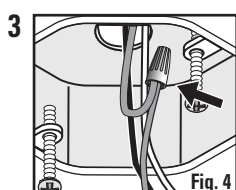

Fig. 4
- 3**  **Pour des raisons de sécurité et pour assurer un fonctionnement correct, votre luminaire (Fig. 4).** Un fil de mise à la terre en cuivre nu ou vert a été attaché à l'usine au panneau de fixation de votre luminaire. Si votre boîtier électrique est en plastique, et s'il contient un fil de mise à la terre en cuivre nu ou vert, le fil de mise à la terre du luminaire doit être épluché et connecté au fil de mise à la terre vert qui se trouve dans votre boîtier électrique au moyen de l'un des serre-fils. Si votre boîtier électrique est en métal, et s'il ne semble pas contenir de fil de mise à la terre, vous pouvez supposer que le boîtier électrique en métal est déjà mis à la terre au niveau de votre panneau de disjoncteurs ou à proximité de celui-ci. Le panneau de fixation de votre luminaire sera mis à la terre en utilisant les vis de mécanique utilisées lors du montage. Si vous n'êtes pas certain que votre boîtier électrique est mis à la terre correctement, ou si vous ne savez pas comment mettre correctement votre luminaire à la terre, consultez un électricien qualifié.
Por motivos de seguridad y para lograr un funcionamiento correcto, este accesorio para iluminación se debe conectar a tierra apropiadamente (Fig. 4). Hay un cable de conexión a tierra verde o pelado de cobre preinstalado en la bandeja del accesorio para iluminación. Si su caja eléctrica está hecha de plástico y tiene un cable de conexión a tierra verde o pelado de cobre en el interior, el cable de conexión a tierra del accesorio para iluminación se debe empalmar al cable de conexión a tierra verde de la caja eléctrica usando una de las tuercas para alambre. Si su caja eléctrica está hecha de metal y no tiene un cable de conexión a tierra visible, usted puede suponer que la caja eléctrica de metal y el conducto de metal ya están conectados a tierra en el panel de cortacircuitos o cerca del mismo. La bandeja del accesorio para iluminación estará conectada a tierra a través de los tornillos de montaje para metales. Si no está seguro si su caja eléctrica está conectada a tierra apropiadamente o si no está familiarizado con los métodos para conectar apropiadamente a tierra su accesorio para iluminación, consulte a un electricista calificado.